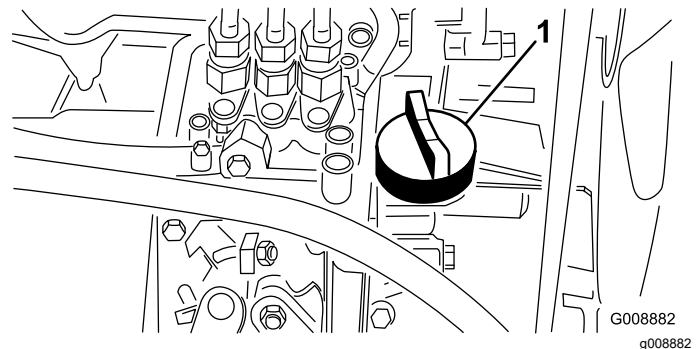

図 60
4. オイルの量が不足している場合は、補給口のキャップ 図 60 を取り、ディップスティックで油量を確認しながら少しずつ、FULL マークまで補給する。